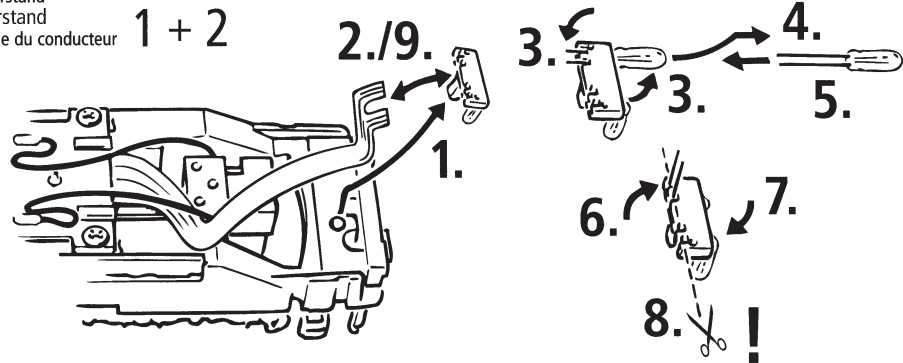
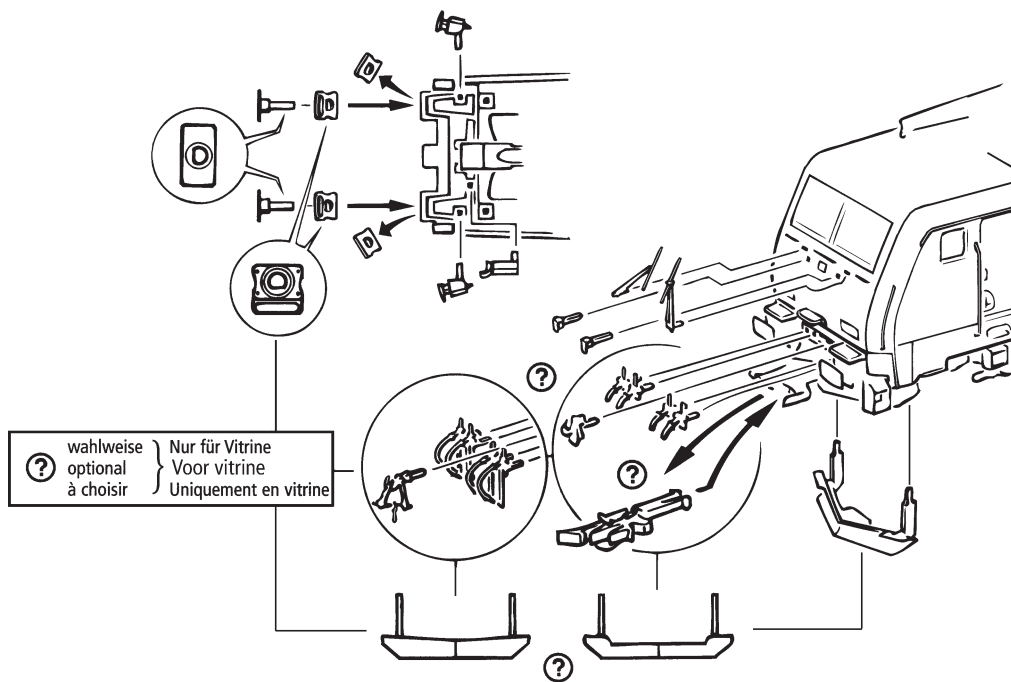

Fig. 9
Fig. 4
**2. Schmierung:** Versehen Sie die im Schmierplan in Fig. 9 gekennzeichneten Stellen mit nur **kleinen Öltropfen**. Dazu zuerst das Lokgehäuse abnehmen (Fig. 3). Wir empfehlen den **ROCO-Öler** Art. Nr. **10906**. Zur Schmierung der Getriebeteile (Zahnräder, Schnecke - Fig. 4) empfehlen wir das **ROCO-Spezialfett 10905**. Im Falle der Schmierung diese Teile bitte nicht ölen.
**4. Haftreifenwechsel:** Zuerst den Getriebedeckel abnehmen (Fig. 4). Danach den **Radsatz** herausnehmen und den **Haftreifen** mit einer Nadel oder mit einem feinen Schraubendreher abziehen. Beim Aufziehen des neuen Haftreifens bitte darauf achten, dass dieser sich **nicht verdreht**.
### **2. Graissage:** N'appliquez qu'une **très petite goutte** aux endroits indiqués par le plan de graissage (fig. 9). Nous vous recommandons le **graisseur à huile ROCO réf. 10906**. Pour graisser les engrenages (roues dentées, vis sans fin - fig. 4) nous vous conseillons la **graisse spéciale Roco réf. 10905** pour engrenages en matières synthétiques. Lorsque vous utilisez cette graisse il faut éviter d'huiler ces composants.
**4. Échange des bandages d'adhérence:** Démontez le  **couvercle du carter** des engrenages (fig. 4). Delogeagez ensuite les essieux bandagés et enlevez, à l'aide d'une aiguille ou d'un tourne-vis fin les bandages d'adhérence. Lors du montage des nouveaux bandages veuillez veiller à ce que les bandages **ne soient pas tordus**.
**2. Het smeren:** Op de aangegeven punten slechts een enkel oliedruppeltje (Fig. 9). Daartoe wel eerst het lochuis verwijderen (Fig. 3). Wij adviseren **Rovo-smeerolie art. 10906**. Voor het smeren van de aandrijving (tandwielen, wormwielen, etc.) adviseren wij **Roco-smeervet art. 10905**. Let op. Geen olie gebruiken waar smeervet zit (fig. 4).
**4. Vervangen van antislipbandjes:** Verwijder de dekplaat (Fig. 4). en til het wielstel eruit. Met een naald of kleine schroevendraaier kunt u de band verwijderen (fig. 4). Bij het omleggen van een nieuwe band dient u erop te letten dat deze niet is verdraaid.